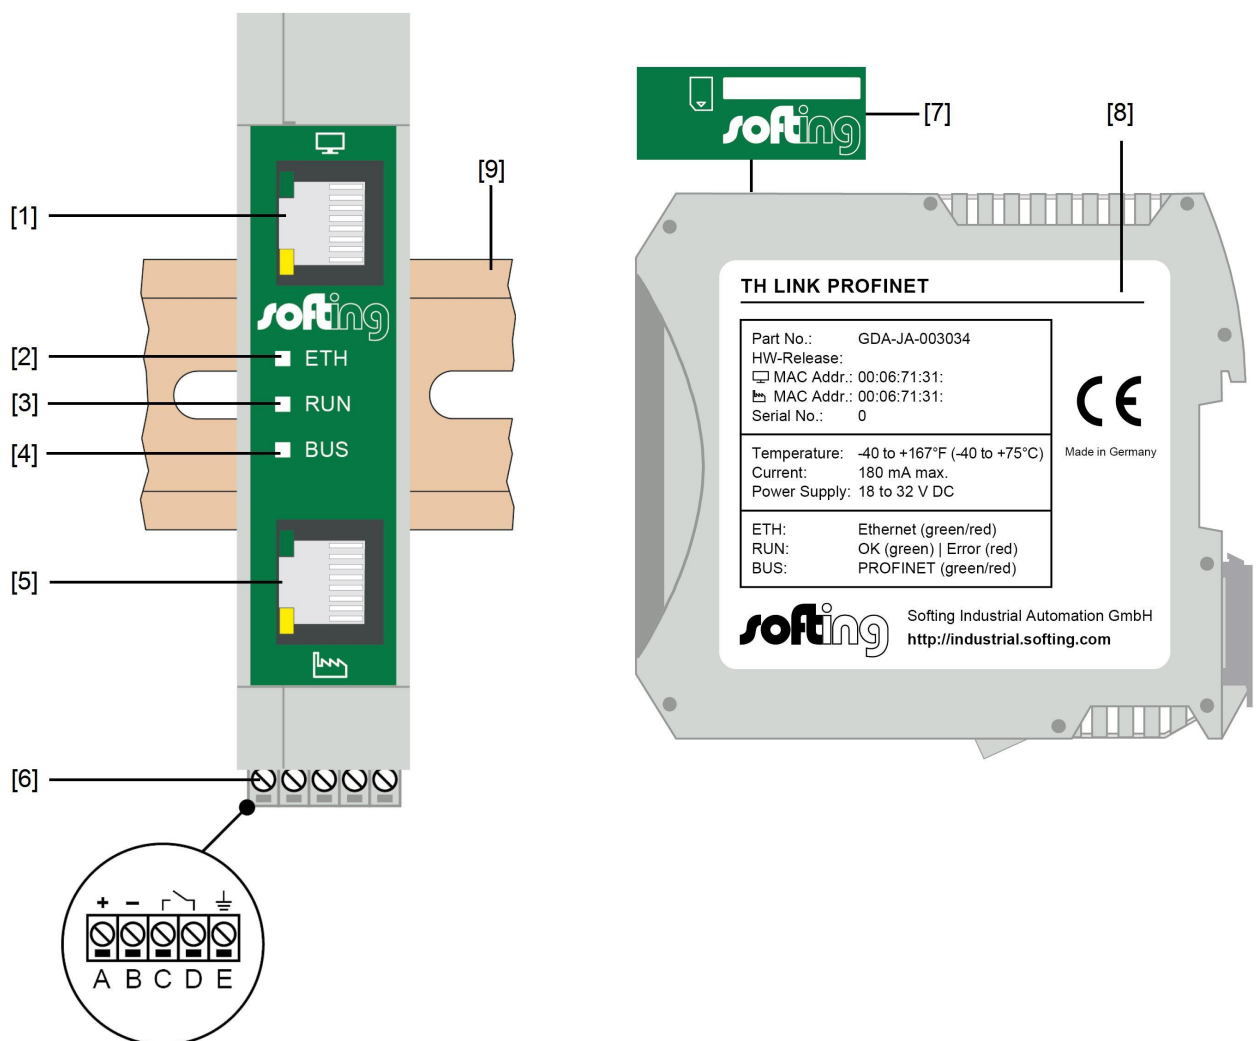

Abbildung 1: TH LINK (Vorder- und Seitenansicht)
- a. An der oberen Ethernet-Schnittstelle mit dem Monitorsymbol (siehe Abbildung 1 Nr. [1]) wird das Büronetzwerk angeschlossen, von dem aus der Zugriff das Automationsnetz erfolgen soll.
- b. An der unteren Ethernet-Schnittstelle mit dem Fabriksymbol (siehe Abbildung 1 Nr. [5]) wird das Automationsnetz angeschlossen, das überwacht werden soll.
- a. Schließen Sie den TH LINK mit der unteren Ethernet-Schnittstelle mit dem Fabriksymbol (siehe Abbildung 1 Nr. [5]) im Automationsnetz an.